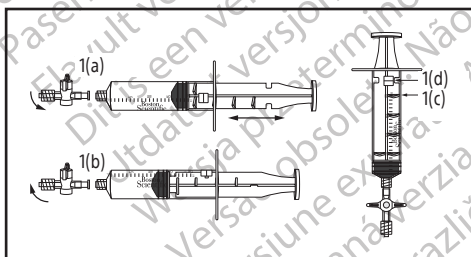

Figura 1.
1. Esaminare il rubinetto di arresto (Figura 1(a)). Il rubinetto di arresto è dotato di due collegamenti luer per il fissaggio dell'ago e della siringa. Quando il rubinetto di arresto è in posizione aperta è possibile il passaggio dell'aria. Il rubinetto di arresto è aperto quando è allineato parallelamente alla siringa,
2. Esaminare la siringa (Figura 1). Il cilindro della siringa è dotato di un perno di arresto (Figura 1(d)) e lo stantuffo presenta quattro alette di bloccaggio (Figura 1(c)). Lo stantuffo della siringa può essere manovrato all'interno del cilindro per bloccare e sbloccare la siringa. Per bloccare la siringa, tirare indietro lo stantuffo fino a quando sarà allineato con il volume di aspirazione desiderato (Figura 1(a)). Girare lo stantuffo in senso orario in modo che il perno di bloccaggio si innesti sulle alette di bloccaggio sullo stantuffo (Figura 1(b)). Per rilasciare, girare lo stantuffo in senso antiorario.